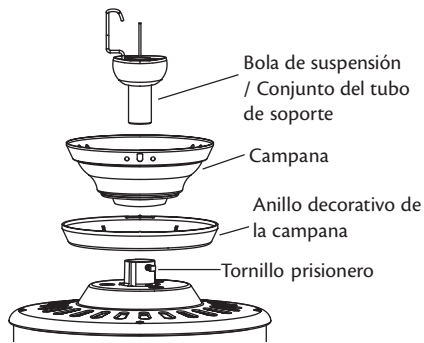

Figura 12 - Forma de instalar el tubo de soporte
1. Inserte el tubo a través de la campana y el anillo decorativo de la campana, como se muestra en la Figura 12. Pase los alambres del ventilador a través del tubo.
2. Enrosque el tubo dentro del conjunto del ventilador hasta que esté apretado. ¡IMPORTANTE! Apriete el tornillo prisionero del tubo como se muestra en la Figura 12.
3. Saque completamente el tornillo prisionero (identificado en la Figura 12) fuera del adaptador del ventilador.